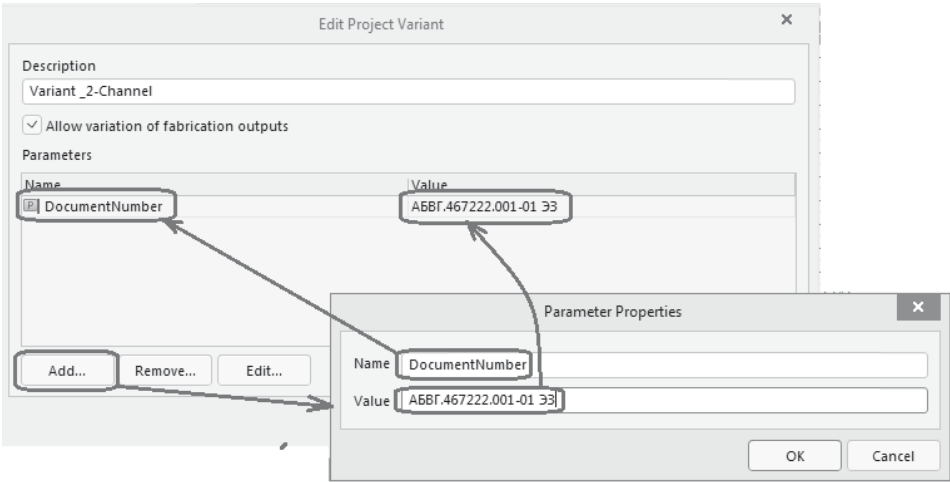

Рис. 7.31. Назначение имени и параметров нового варианта: назначение имени (слева); назначение параметров и передача их в окно **Edit Project Variant** (справа)
2. Щелчком на кнопке **Add Variant** запустить процедуру назначения нового варианта — откроется диалоговое окно назначения имени нового варианта **Edit Project Variant** (рис. 7.31, *слева*):
- кнопкой **Add** активизируйте назначение параметров нового варианта — поверх окна **Edit Project Variant** откроется диалоговое окно присвоения имени и значения параметру варианта **Parameter Properties** (рис. 7.31, *справа*). В поля **Name** (Имя) и **Value** (Значение) этого окна впишите имя и значение нового параметра. По щелчку на кнопке **OK** имя и значение нового параметра передаются в окно **Edit Project Variant**.
Щелчком на кнопке **Add** окна **Edit Project Variant** (см. рис. 7.31, *слева*) могут быть повторены рассмотренные действия и назначены новые параметры варианта. Если в качестве такого параметра использовать обозначение схемного документа (в нашем примере это параметр **DocumentNumber**), его значение **Value** будет выведено в распечатку схемного документа.